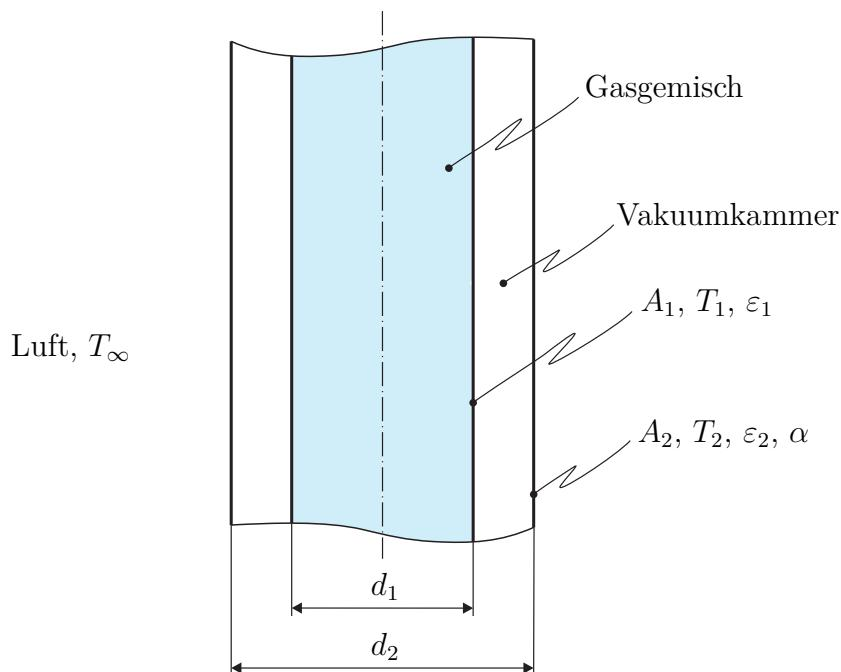

Abbildung 4: Zylinderförmiger Gasbehälter.
4. Abbildung 4 zeigt einen doppelwandigen zylinderförmigen Behälter. Dieser ist durch 8 P.| eine Vakuumsschicht zwischen den zwei Wänden isoliert. Es soll die stationäre Wärmeübertragung untersucht werden.
- Ermitteln Sie die Zusammenhänge der Nettowärmestromdichten an den Oberflächen  $A_1$  und  $A_2$  zufolge von thermischer Strahlung in der Vakuumkammer. Wählen Sie hierfür die Vektoren  $\dot{\mathbf{q}} = [\dot{q}_1 \quad \dot{q}_2]^T$ ,  $\mathbf{T}^4 = [T_1^4 \quad T_2^4]^T$  und  $\boldsymbol{\varepsilon} = [1 \quad \varepsilon_2]^T$ . Zeichnen Sie die Nettowärmestromdichten  $\dot{q}_1$  und  $\dot{q}_2$  an den Oberflächen  $A_1$  und  $A_2$  mit zwei Pfeilen in Abbildung 4 ein. 2 P.|